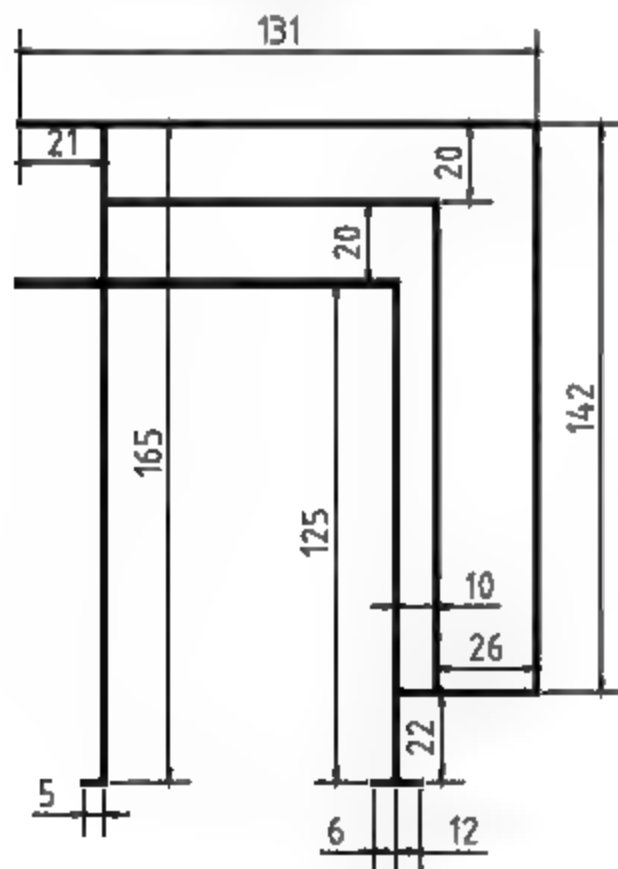

图4-169 绘制线路图
(7) 调用L【直线】命令, 绘制线路图, 如图4-169所示。